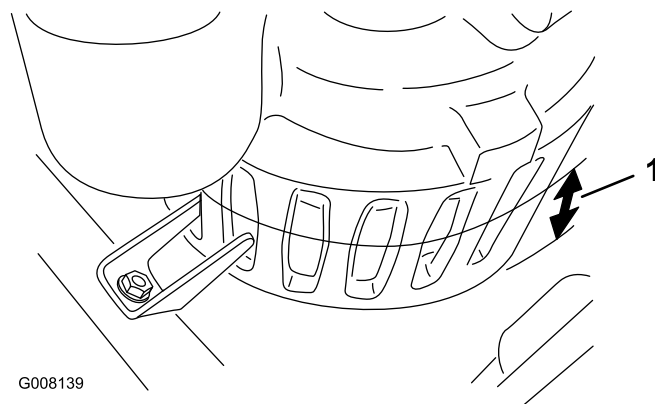

Figura 8
1. Misurate la profondità dell'acqua nella parte più bassa del bunker. Se è inferiore a ca. 63,5 mm (a metà delle scanalature sulla pompa), praticate un foro di ca. 30,5 cm x 30,5 cm per 5–7,6 cm di profondità per calarvi la pompa (Figura 8).